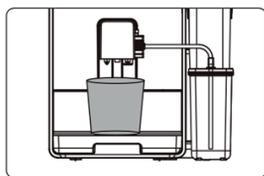

Рис. 7
Включите кофемашину. Установите емкость для напитка под блок подачи кофе (2), отрегулируйте его высоту во избежание разбрызгивания. Убедитесь, что молочная система и трубка забора молока установлены корректно (Рис. 7). Проверьте, достаточно ли воды в контейнере (5) и зерен в контейнере для зерен (8).